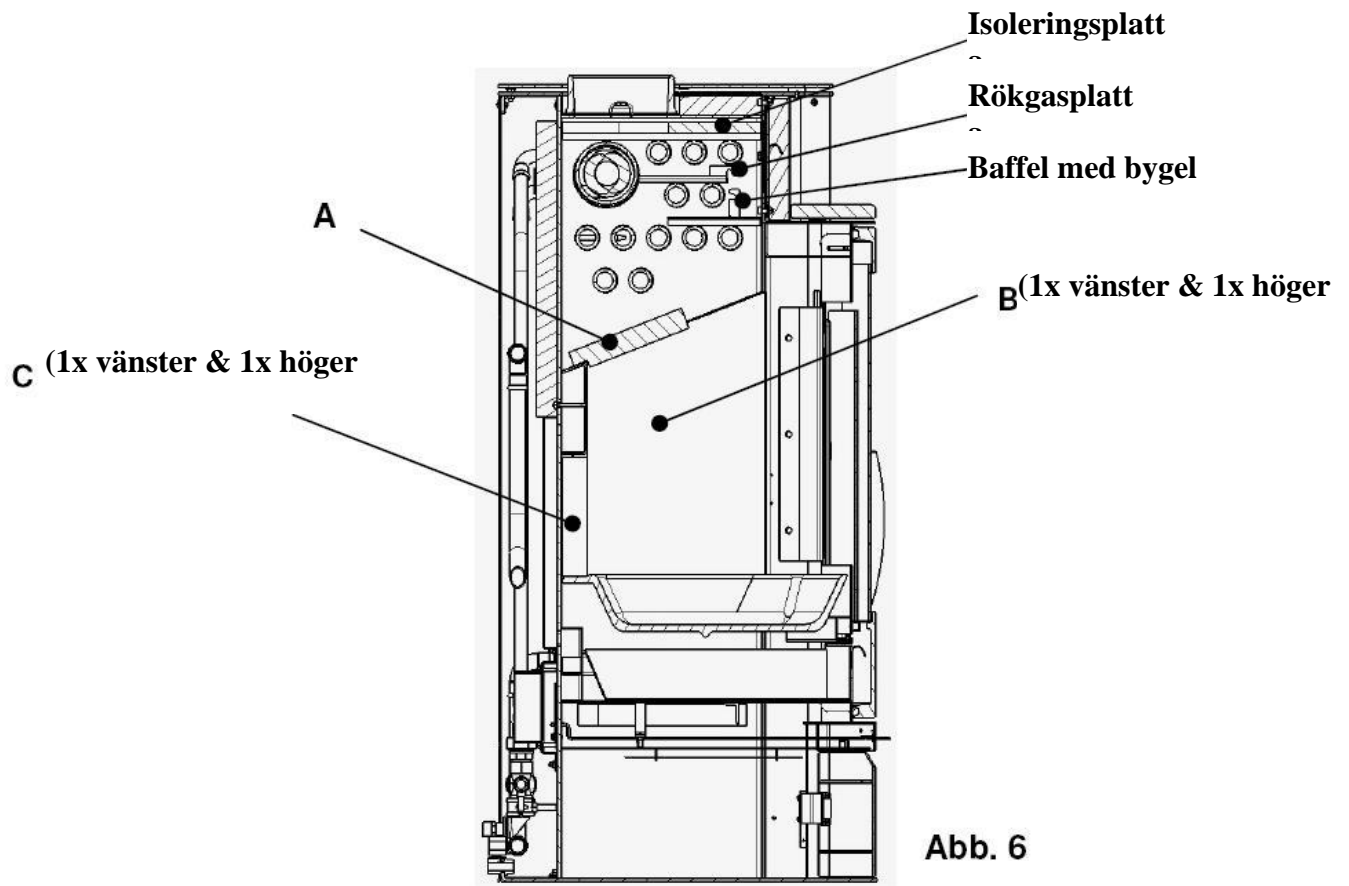

Abb. 6
Sätt sedan tillbaka baffeln i brännkammaren (A, bild 6) vinklad nedåt och värmeväxlarens delar i omvänd ordning. Skruva därefter fast värmeväxlarlocket (D, bild 5) och kontrollera tätningen. Positionera och skruva fast panelen (B).
Vid rengöring av rökkanalen eller vid utbyte av plattor (se även bild 5) tas brännkamarplattorna ut i den ordning som visas i bild 6 nedan (först A, sedan B o.s.v.). Var försiktig, plattorna är väldigt bräckliga. Eventuella sot- och dammavlagringar kan borstas eller sugas bort. Sätt därefter noggrant tillbaka plattorna.